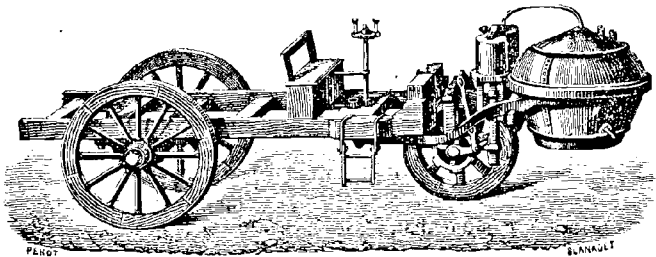

Fig. 116.
2. Presque en même temps que Watt et Robison, un officier suisse, du nom de Planta, et un ingénieur français, appelé Cugnot¹, s'occupaient aussi de la question des voitures à vapeur. Le premier abandonna ses recherches presque au début. Le second, au contraire, eut la persistance de continuer les siennes jusqu'au bout. Cugnot se proposait surtout de construire un chariot propre à faciliter le transport de l'artillerie. Ce fut à Bruxelles, où il était momentanément établi, qu'il essaya de donner une forme pratique à ses idées. En 1760 ou 1761, il exécuta dans cette ville un *cabriot*, sur la disposition duquel on n'a conservé aucun détail. Quelques années après, étant de retour à Paris, il fut chargé par le duc de Choiseul, alors ministre de la guerre, de faire, sur les mêmes principes, une voiture de plus grandes dimensions. Cette voiture fut essayée en octobre et novembre 1769 ; mais elle ne produisit pas le résultat qu'on en attendait. A cause de l'exiguïté de la chaudière, elle ne pouvait marcher que quinze minutes sans s'arrêter, et sa vitesse ne dépassait pas un quart de lieue par heure. Cugnot dut donc se remettre à l'œuvre. Cette fois, il produisit un chariot qui, expérimenté au mois de novembre 1770, fit cinq quarts de lieue en une heure, en portant un poids d'environ dix milliers. Il paraît qu'on le fit circuler dans plusieurs rues, après quoi on renonça à s'en servir davantage parce que l'impossibilité où l'on était de le diriger aurait pu occasionner de graves accidents. Il fait aujourd'hui partie, sous le nom de **fardier à vapeur** (fig. 116), des collections du Conservatoire des arts et métiers². « Le travail de ce chariot est remarquable, dit un auteur anglais, eu égard à l'époque de son exécution ; et, comme première machine construite pour voyager au moyen de la vapeur sur les